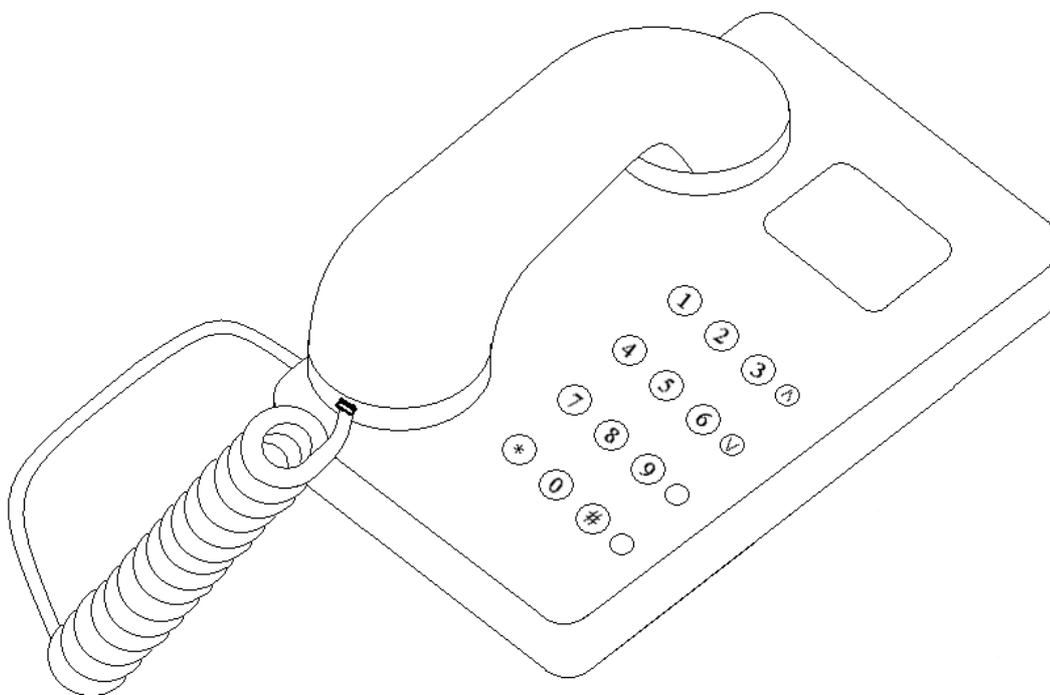
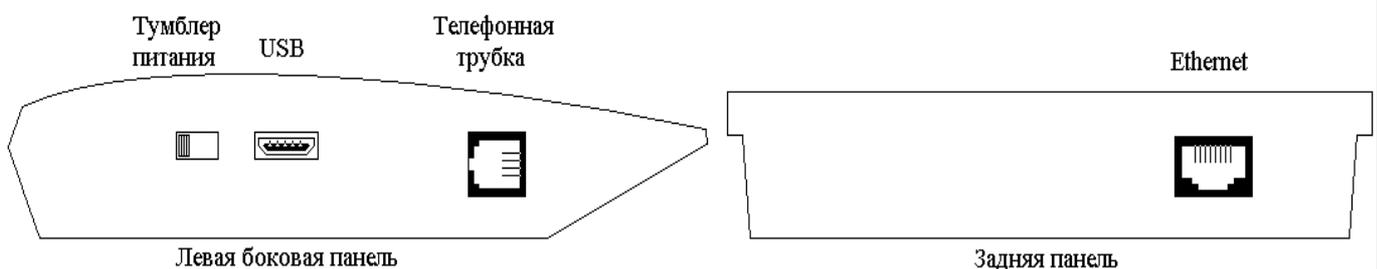

Рисунок 1
Рисунок 2
1.5.1 Элементы управления изделия располагаются на лицевой панели (рисунок 1). Тумблер подачи питания располагается на левой боковой панели (рисунок 2). Элементы управления приведены в таблице 2.
1.5.2 Состояние изделия отображается на дисплее, расположенном на лицевой панели (рисунок 1). Индикация входящего звонка осуществляется также звуковым сигналом. Отображаемая информация в зависимости от состояния изделия приведена в таблице 3.
2.2.11 Перед использованием к изделию должен быть подключен источник питания. Для подключения питания необходимо использовать комплектные USB-кабель и блок питания. Кабель подключается к разъёму типа miniUSB, расположенному на левой боковой панели изделия (рисунок 2). Допускается использовать альтернативные кабель и блок питания, удовлетворяющие техническим характеристикам изделия.
2.3.1 Подключение внешних цепей к изделию осуществляется через разъёмы на левой боковой и задней панелях изделия (рисунок 2).